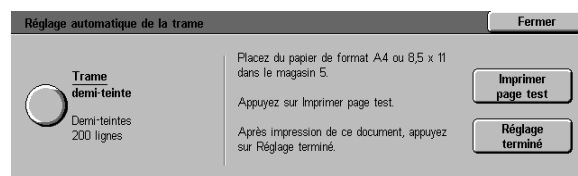

Figure 51 : Écran Réglage automatique de la trame
- 2 Appuyez sur la touche **Réglage automatique de la trame** pour afficher l'écran correspondant (voir la figure 51).